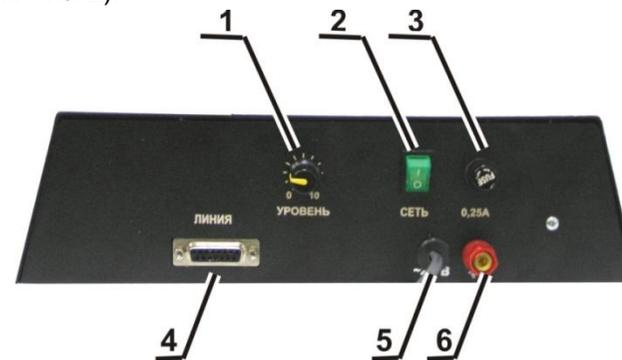
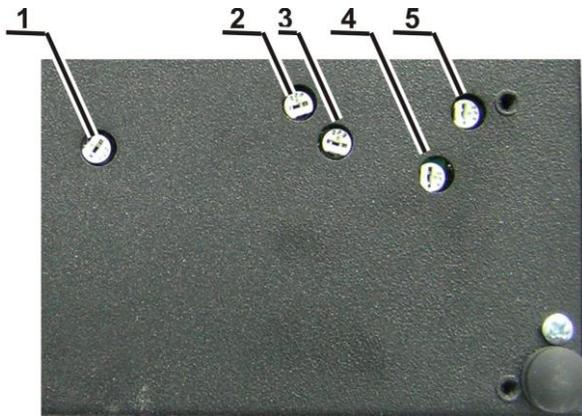

Рис.2 Вид сзади ПГС-5-6а
Рис.4. Регулировочные элементы основания ПГС-5-6а
Простой вид ремонта может быть выполнен на рабочем месте без вскрытия изделия. К такому виду ремонта можно отнести замену перегоревшего предохранителя, а также выполнения подстройки резисторами, к которым есть доступ с нижней стороны основания (см. Рис.4).
К внутренней плоскости верхней панели прикреплен громкоговоритель. Поверхность верхней панели в месте крепления динамика имеет жалюзи. На задней стенке пульта расположены ввод сетевого питания, сетевой выключатель с индикатором, предохранитель, клемма заземления, регулятор громкости и разъем для подключения линий связи и записывающей аппаратуры (см. Рис. 2).
2.3.2. Дополнительные регулировки ПГС-5-6а, расположенные на основании, представлены на рис.4.
На верхней панели расположены 6 кнопок коммутации каналов из режима «Прием» в режим «Передача» (поз.4 рис.2) и соответствующие им индикаторы наличия сигнала (поз. 3 рис.4).
Все перечисленные выше подстроенные резисторы (R50, R71, R77, R92, R101) имеют доступ снизу через отверстия в основании пульта (см. Рис. 4).